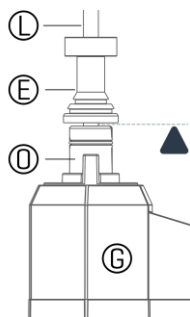

Figura 6
Para o uso com bancos de disparo de fábrica de GEWA, o prato superior deve estar colocado o suficientemente alto como para que o Amortecedor de borracha do clutch (E) não pressione para baixo o eixo do controlador (O). Consulte a Figura 6 a efeitos de comparação.
- 3 Depois do passo 2, o amortecedor de borracha do clutch (E) deve tocar o controlador do Hi-Hat do suporte móvel (O) sem pressionar o eixo para baixo (ver a Figura 6). Isto corresponde a um afastamento mínimo do prato (S) de aproximadamente 19 mm (3/4").